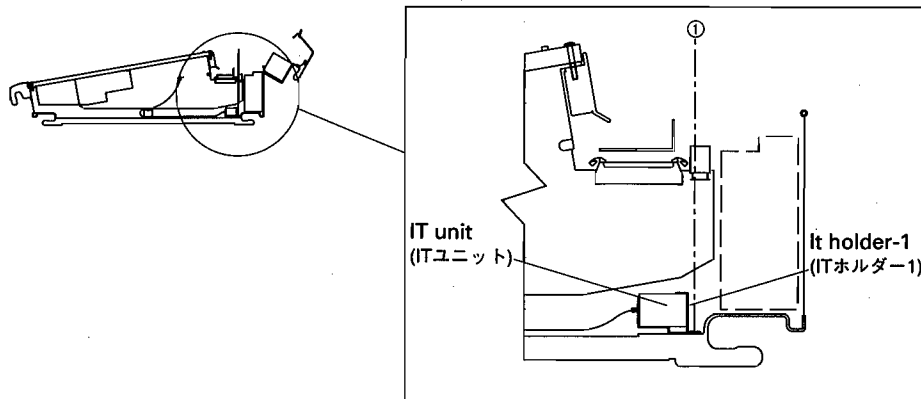

Fig. 2 Installation of the IT unit and IT holder-1
- 4 Install the IT unit and the IT holder-1 into the PM3500 using a bind head tapping screw, M4.0X8 MFZN2BL marked as ① in Fig. 2.
- 4 PM3500 の内底に、IT ユニットと IT ホルダーを、下図中に①で示したバインドタッピングネジ 4.0X8 MFZN2BL で取り付けます。